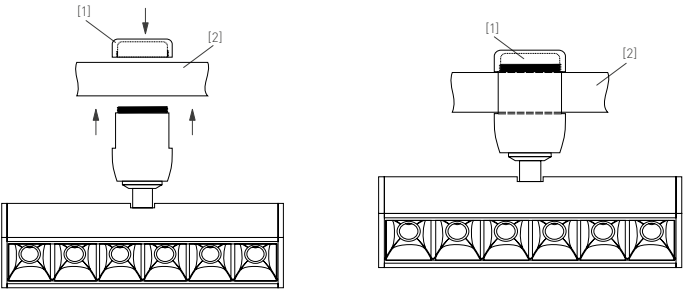

Рис. 2. Установка светильника
- 3.2. Устройство крепления выполнено в виде заворачивающегося фиксатора с правой резьбой, который накручивается на верхнюю часть корпуса светильника. Открутите верхнюю часть фиксатора [1] у светильника, тем самым освободив установочное пространство. Установите светильник в необходимом месте шинопровода [2] и зафиксируйте его, закрутив верхнюю часть фиксатора светильника, как показано на рис. 2.